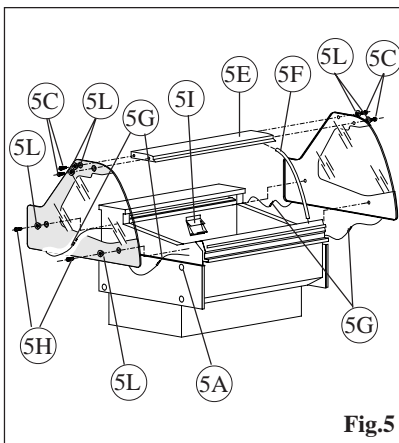

Fig.5
- togliere dall'imballo la struttura superiore usando gli elementi di ferramenta contenuti nella busta (fig.5 -5I) all'interno della vetrina, ed eseguire il montaggio secondo le indicazioni seguenti:
- montare i pannelli laterali sopra lo zoccolo di base e fissarli tramite le viti (fig.5 -5A)
- Connettere i faston (fig.5 -5G) della resistenza anticondensa dei cristalli serigrafati laterali e fissarli alla vasca utilizzando le viti (fig.5 -5H) applicando le apposite bocche in plastica in dotazione (fig.5 -5L).
- Infilare nell'apposita sede il tubo passacavo (fig.5 - 5F).
- fissare il tettino (fig.5 - 5E) tra i due vetri laterali, utilizzando le viti (fig.5 - 5C) applicando le apposite bocche in plastica in dotazione (fig.5 -5L).